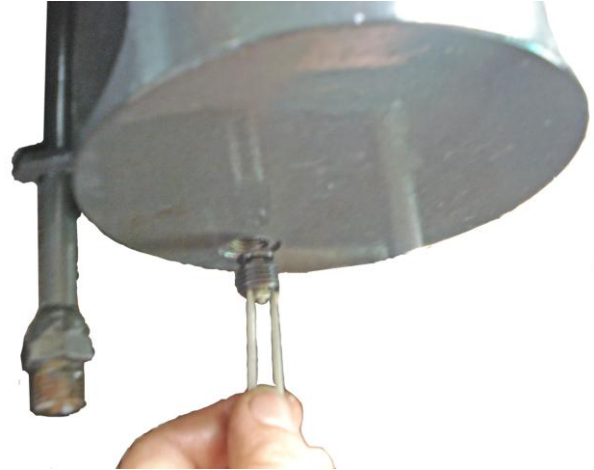

Bild 2
- Schlauchbruchsicherung (Bild 2)